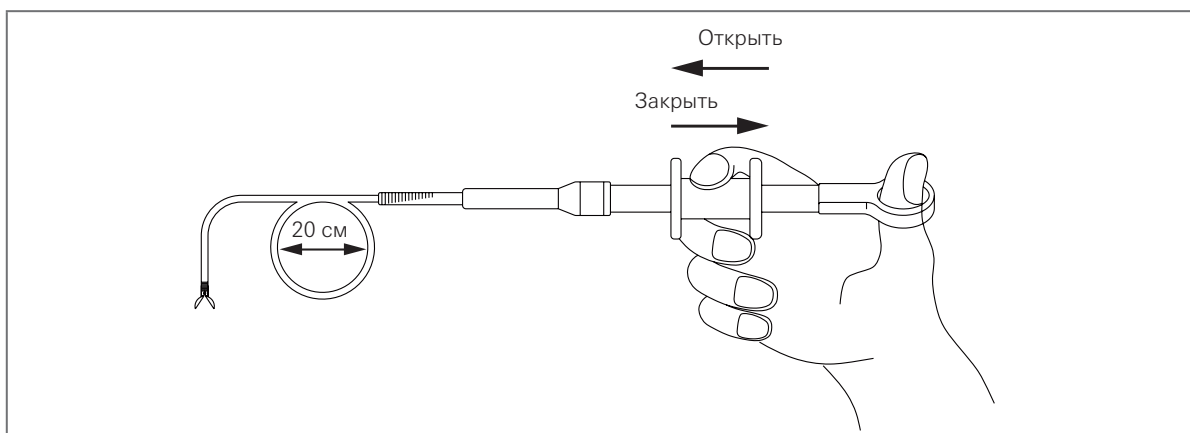

Рис. 3.7
- Согните биопсийные щипцы в кольцо диаметром 20 см. Слегка нажимая на биопсийные щипцы, убедитесь, что их головка плавно открывается и закрывается. (см. рисунок 3.7)